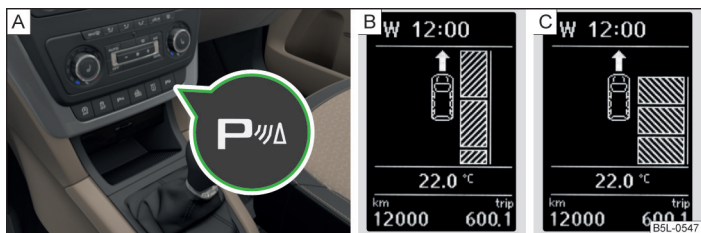

Fig. 122 Tecla de sistema / indicador de pantalla
Con el sistema activado, se enciende en la tecla el testigo  » fig. 122 de la página 154 - A.
- Pulse **un vez** la tecla de símbolo **P** » fig. 122.
En la pantalla se muestra lo siguiente » fig. 122 - **B**.
- Pulse **dos veces** la tecla de símbolo **P** » fig. 122.
En la pantalla se muestra lo siguiente » fig. 122 - **C**.
- Pulse **un vez** la tecla de símbolo  » fig. 122 de la página 154.